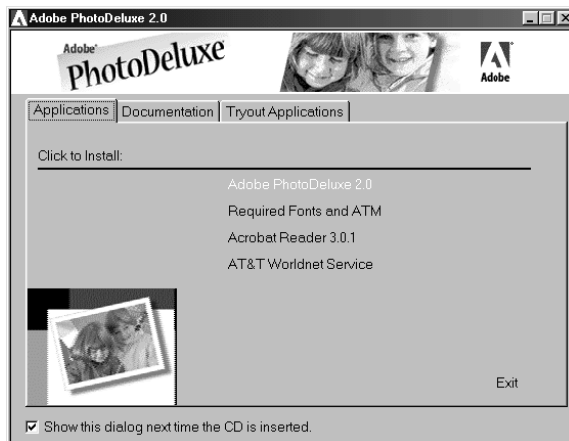

Figura 15: Installazione di Adobe PhotoDeluxe 2.0
5. Fare clic su "Accept" per accettare la licenza e proseguire con l'installazione. Apparirà una finestra come quella della figura 15.